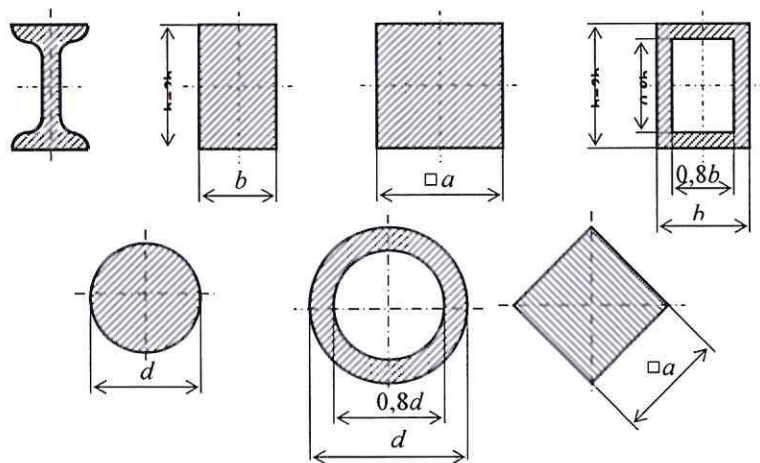

Рис. 4
- 4) произвести анализ изменения веса балки в зависимости от формы ее поперечного сечения (рис. 4), приняв за единицу вес двутавровой балки;